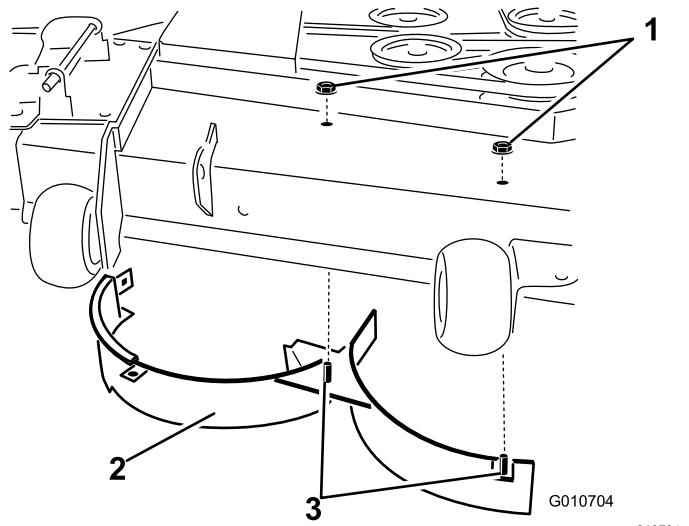

Figura 18
12. Rimuovete il bullone a testa tonda e il dado di bloccaggio fissati sul deflettore destro sulla parte superiore del piatto di taglio e rimuovete il deflettore destro dal piatto di taglio (Figura 18).
13. Montate gli elementi di fissaggio rimossi in precedenza nei fori anteriori nella piastra di scarico e del foro anteriore del piatto di taglio (Figura 18).
11. Rimuovete i 2 dadi di bloccaggio (5/16") che fissano i perni saldati del deflettore destro in posizione centrale e destra, sulla parte superiore del piatto di taglio (Figura 18).